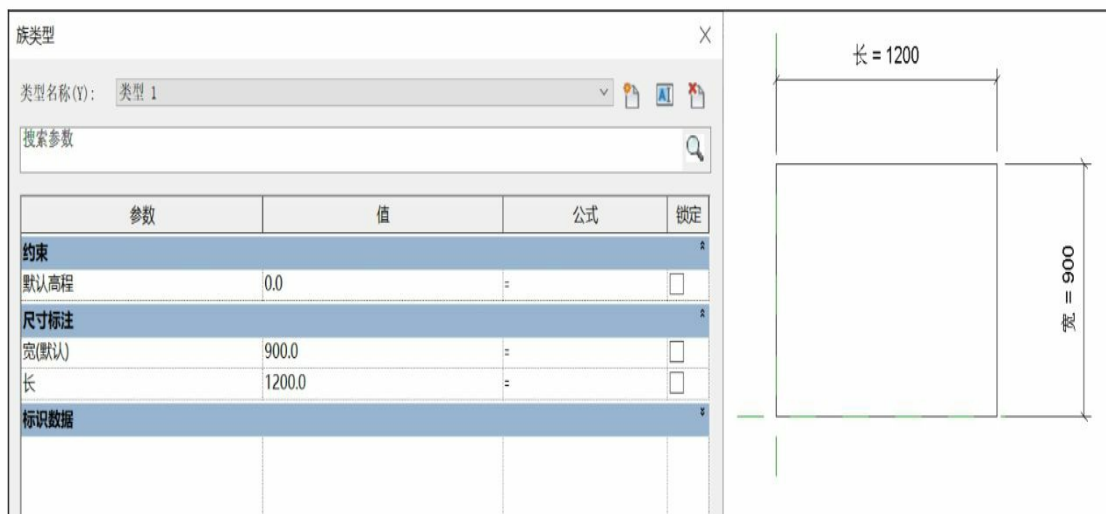

图7-91
(1) 用“公制常规模型.rft”族样板创建一个长方体。在“族类型”对话框中新建一个族类型“类型 1”，添加类型参数“长”和实例参数“宽”，分别以长方体的长和宽进行标签，如图7-91所示。